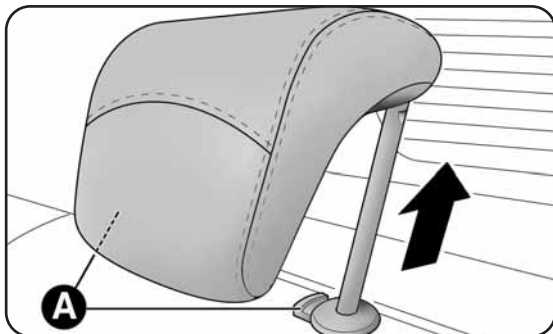

fig. 25
- appuyer sur les boutons A -fig. 25, puis extraire les appuis-tête en les tirant vers le haut.